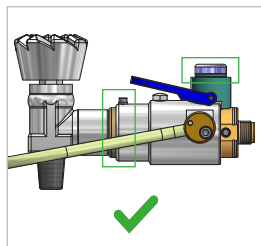
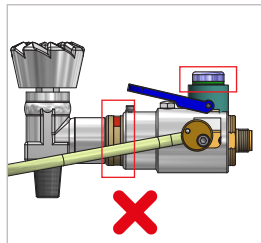

Figure 7
Figure 8
- Le connecteur WEH® est correctement raccordé **uniquement** si la bague verte est sortie du boîtier et bien visible. La marque rouge sur la partie avant **ne doit pas** être visible (Figure 7 et Figure 8).